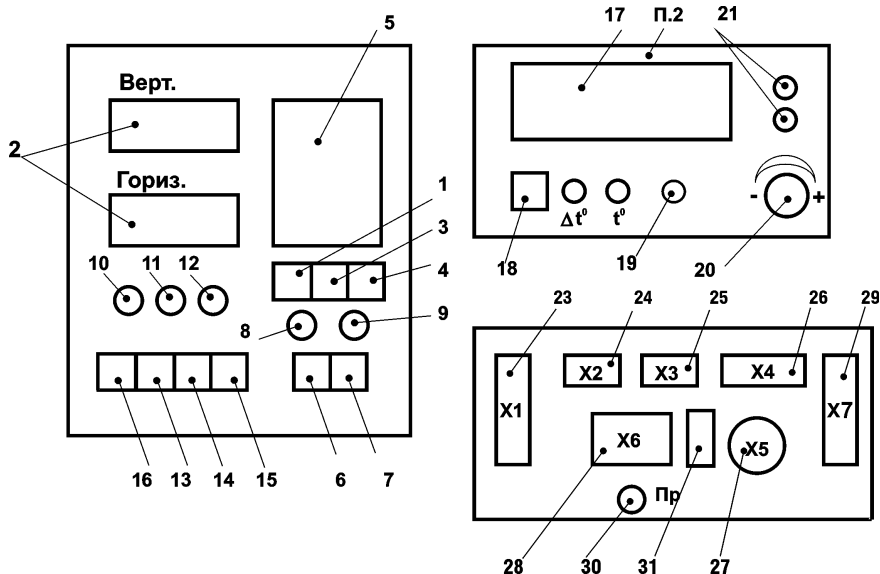
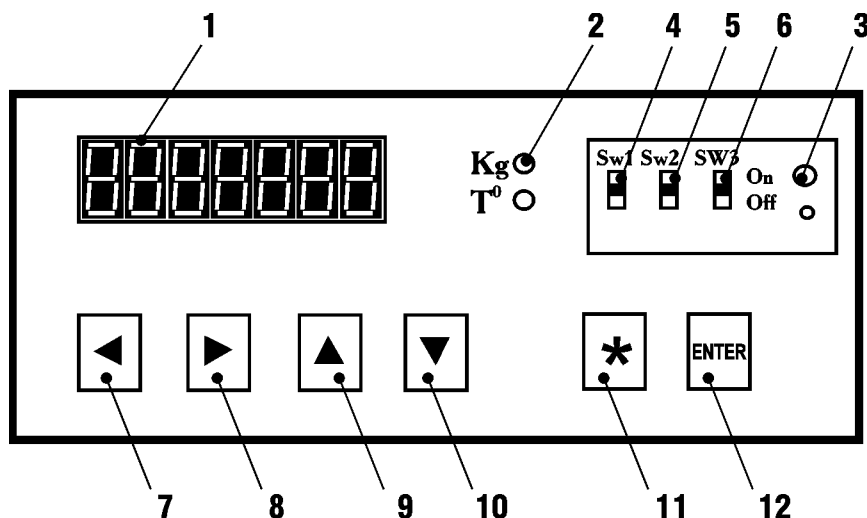

Рис. 9. Пульт управления.
Рис. 10. Передняя панель весового индикатора Сi-6000.
6. Выставить время протяжки пакета на реле времени ~ 3 сек.(длина пакета соответствует времени протяжки пакета, при работе с пленкой без фотометок) (п.5, рис.9). Следует обратить внимание, чтобы длина склеенного пакета была такова, чтобы в верхней части пакета расстояние между обре-
8. Включить клавишу (п.3, рис.9). В момент вращения роликов **осторожно!** руками протянуть пленку руками до захвата ее роликами.
10. Включить клавишу (п.1, рис. 9)
В зависимости от марки и толщины пленки температура будет меняться. Для ее установки нажать кнопку (п.18, рис.9), и удерживая ее в нажатом состоянии, вращать ручку (п.20, рис.9) до получения нужного значения на индикаторе. Отпустить кнопку. прибор переходит в режим автоматического управления нагревом. Лампочка (п. 21, рис.9) погаснет после достижения заданной температуры.
14. Для работы с пленкой, на которую нанесена метка, нужно выключить клавишу (п. 3, рис. 9), перевести клавишу (п. 4, рис. 9) в верхнее положение и реле времени (п. 5, рис. 9) установить на 0,1 сек. Фотоэлемент подвести так, чтобы край пленки попал в прорезь фотоэлемента. Возвращаем клавишу (рис. 9, п. 3) в рабочее положение. Происходит протяжка до срабатывания фотоэлемента по метке. Если место отреза пакета не совпадает с рисунком, фотоэлемент нужно поднять или опустить, перемещая его по штанге.
15. Реле времени всегда устанавливается при выключенной клавише (п.3, рис.9).
16. Если аппарат работает в режиме «автомат», то необходимо снять нажимной рычаг. Клавишу (п.16, рис.9) перевести в верхнее положение.
1. Перевести клавишу (п.13, рис. 9) в верхнее положение.
4. Нажать клавиши (п.п. 6, 7, 14, 15, 16,31, рис.9), нажать кнопку (п.12, рис.10). Появится вибрация лотков и щетки откроют лотки.
5. Вращая ручку (п. 10, рис.9) добиваемся необходимой нам скорости 1-ой ступени.
6. Переведя клавишу (п.14, рис. 9) в нижнее положение добиваемся необходимой нам скорости 2-ой ступени, вращая ручку (п.11, рис.9).
7. Переведя клавишу (п.15, рис. 9) в нижнее положение добиваемся необходимой нам скорости 3-ей ступени, вращая ручку (п.11, рис.9).
9. Клавишу (п.14, 15, рис. 9) переводим в верхнее положение. В зависимости от продукта регулируем зазор между щетками и лотками, а так же зазор между заслонкой (п.4, рис.3) и лотком (п.6, рис.3). От величины зазора между заслонкой и лотком зависит скорость наполнения весовой чаши.
10. После засыпки продукта, переключить клавишу (п.16, рис.9) в нижнее положение, при этом лампочка (п.34, рис.2) погаснет.
11. Нажать на кнопку (п.12, рис. 10) ENTER. Происходит дозирование продукта. Лампочка (п.34, рис.2) сигнализирует о готовности веса.